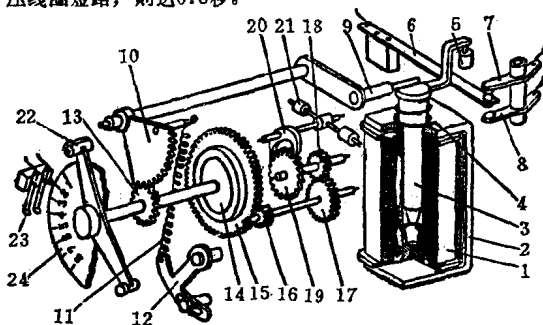

图 5-5 DS-100型时间继电器结构
4. 时间继电器 DS-100型电磁型时间继电器内部有钟表机构, 线圈通电后经一定时限接点才接通, 时限可以调整。时间继电器广泛地用在各种继电保护及自动装置中, 用来建立一定的时限。DS-100型时间继电器的结构见图5-5, 其主要技术数据见表5-9。